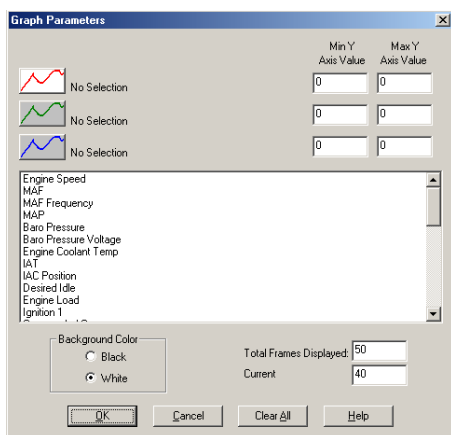

Figure 3.7 : boîte de dialogue des paramètres de graphique
- 6 Dans la portion inférieure de la boîte de dialogue de paramètres de graphique (Figure 3.7), procédez aux choix facultatifs suivants.
- cliquez sur l'icône **Affichage de graphique** () pour afficher la boîte de dialogue des paramètres de graphique (voir Figure 3.7 à la page 92); alors que cette boîte de dialogue est affichée, cliquez sur le bouton **Clear All** et, ensuite, cliquez sur le bouton **OK**.